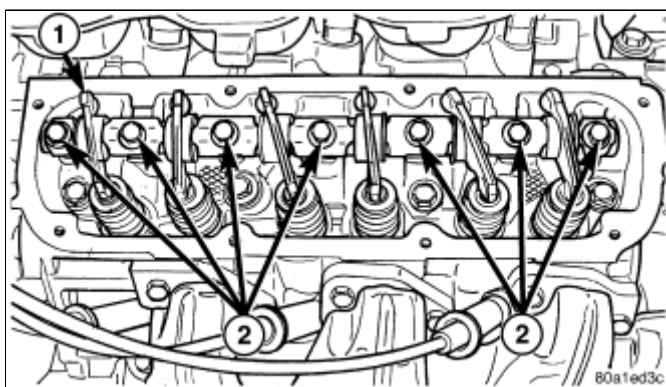

图 1 摇臂和轴
3. 缓慢地均匀紧固摇臂轴螺栓，直到轴入位。 紧固螺栓至23 N·m (200 in. lbs.) \(图 1\)。